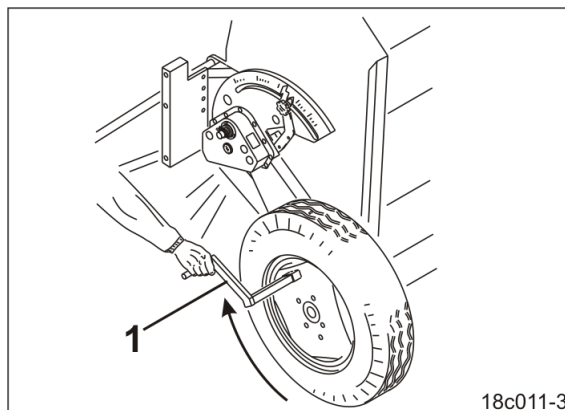

Bild 223
12.3. Sätt i veven (Bild 223/1) i fyrkantsröret på höger hjul.